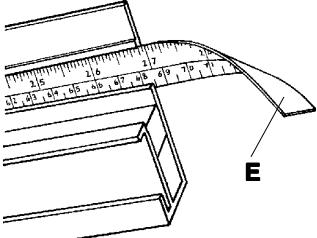
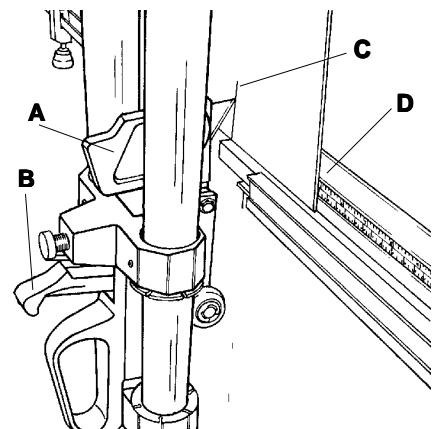

Figure 16
Figure 15
The **RIGHT SUPPORT SCALE** can now be aligned and set in its proper position. Mark a short line on a mat/mount board exactly 6 inches (15cm) from the right edge. Insert the mat/mounting board **PILLAR POST (A)** in the cutting head and lock it with the **SPEED SCREW**. Depress the **SHORT THUMB LEVER (B)** and raise the **CUTTING HEAD**. Place the mat/mount board on the **SQUARING EDGE BAR** and slide it in position so the cutting blade rests exactly on the line (**C**). See **Figure 15**.
The **RIGHT SUPPORT SCALE** has a strip of double sided tape (**E**) on the back at the right end as seen in **Figure 16**. Slide the **SCALE** out to the right and remove the protective paper from the tape. Now, slide the **SCALE** back to the left until the 6 inch (15cm) index on the **SCALE** lines up with the right edge of the mat/mount board as shown at (**D**) in **Figure 15**. Press on the right end of the **SCALE** and the tape will adhere it in place.
Die **Skala** in der **rechten Halterung** kann jetzt angeglichen und in der richtigen Position befestigt werden. Auf einem Passepartout/Karton ziehen Sie einen Strich, der genau 15 cm von der rechten Kante entfernt ist. Legen Sie den **Passepartout/Karton Halter (A)** in den **Schneidekopf** und ziehen Sie die **Schnellspannmutter** an. Drücken Sie den **kurzen Hebel (B)** und heben Sie den **Schneidekopf** an. Legen Sie das Passepartout/Kartonstück an die **Winkelleiste** an und schieben Sie es in eine Position, so daß die Schneideklinge genau auf dem Strich (**C**) liegt. Siehe **Abbildung 15**.
Auf der Rückseite der **Skala** der **rechten Halterung** befindet sich ein doppelseitiges Klebeband (**E**), wie in **Abbildung 16** gezeigt. Ziehen Sie die **Skala** nach Rechts heraus und entfernen Sie das Schutzpapier von dem Doppelklebeband. Schieben Sie die **Skala** jetzt wieder nach Links bis die 15 cm Marke auf der **Skala** auf gleicher Höhe mit der rechten Kante des Passepartout/Kartonstückes ist, siehe (**D**) in **Abbildung 15**. Drücken Sie auf das rechte Ende der **Skala**, um sie in dieser Position zu befestigen.
Vous pouvez maintenant aligner la **RÈGLE DE SUPPORT DROIT** et la placer à la bonne position. Tracez une petite ligne sur l'encadrement ou le panneau de montage à 15 cm (6 po.) exactement du bord droit. Introduisez l'**OUTIL (A)** pour la coupe d'encadrements et de panneaux de montage dans la tête de coupe et verrouillez-le à l'aide de la **VIS DE SERRAGE**. Appuyez sur le **LEVIER DE TAQUET COURT** et soulevez la **TETE DE COUPE**. Placez l'encadrement ou le panneau de montage sur la **BARRE DE BORD D'ÉQUARRISSEMENT** et faites-le glisser à sa place de manière à ce que la lame repose directement sur la ligne que vous avez tracée (**C**). Référez-vous à la **Figure 15**.
Comme vous pouvez le voir dans la **Figure 16**, la **RÈGLE DE SUPPORT DROIT** comporte une bande de ruban adhésif sur les deux côtés (**E**). Faites glisser **LA RÈGLE** vers la droite pour la retirer et enlever le papier protecteur qui se trouve sur le ruban adhésif. Refaites ensuite glisser la **RÈGLE** vers la gauche jusqu'à ce que l'index de 15 cm (6 po.) sur la **RÈGLE** soit aligné avec le bord droit de l'encadrement ou du panneau de montage, comme il est indiqué au (**D**) de la **Figure 15**. Appuyez sur le bout droit de la **RÈGLE** et le ruban adhésif la fera coller à sa place.